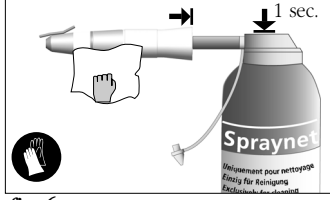

fig. 6
- Pulverize o interior e o exterior do instrumento (fig. 6) para remover resíduos e limpe cuidadosamente todas as superfícies.
Spraynet (fig. 6) imediatamente para remover todos os vestígios de detergente e água de enxague para evitar qualquer impacto adverso nos componentes internos, por exemplo, que possam causar bloqueio.